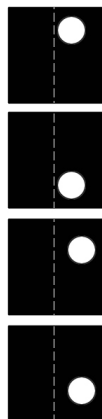

Fig. 2
- a. Le bloc d'arrêt carré comporte un trou décalé. Ce trou doit toujours être du côté droit de l'outil (fig. 2). La pièce à travailler bougera si le trou décalé est du côté gauche. Vous pourriez avoir à retourner le bloc pour obtenir la bonne orientation.